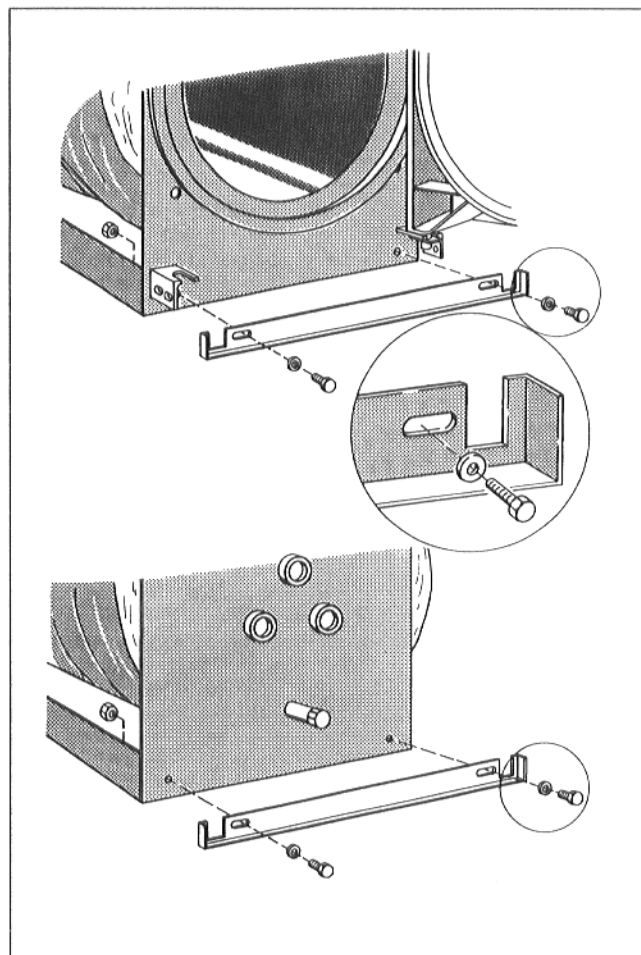

Fig. 7
- Visser chaque traverse inférieure, (avant et arrière) sur le socle avec 2 vis à six pans creux, des rondelles et des écrous (Fig. 7).